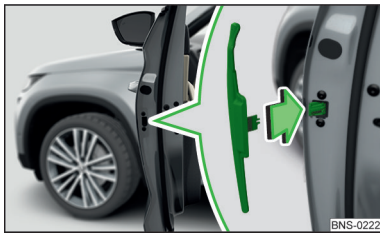

Abb. 59
- Eine neue Schutzleiste in die Nuten in Pfeilrichtung **einsetzen** » Abb. 59.